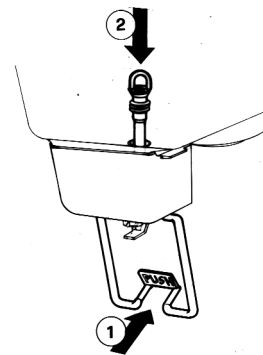

figura 11
- 2 - Empujar (1) la palanca mando grifo e insertar (2) el tubo goma de salida en su situación vertical en el fondo del contenedor (ver figura 11).